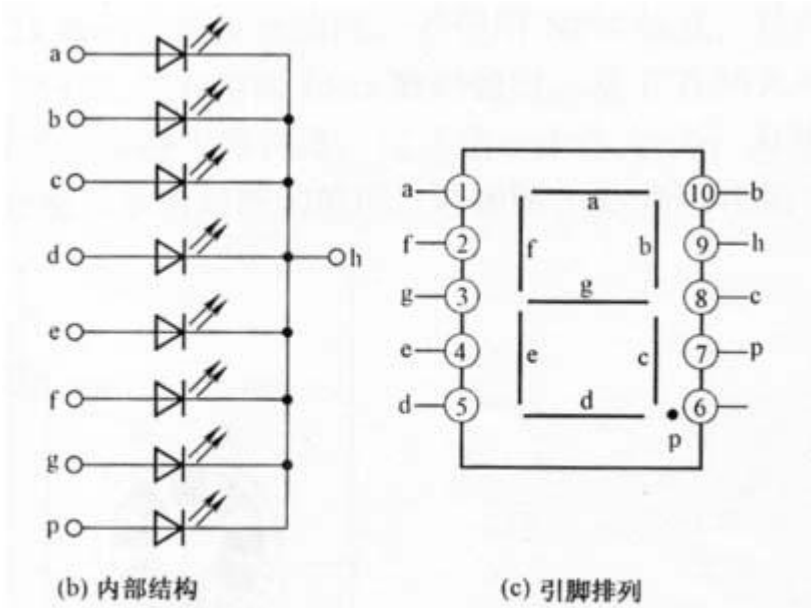

图 5-43 检测引脚排列不明的 LED 数码管的连线图
仍使用数字极管档，将黑表笔固定接在⑨脚，用红表笔依次接触②、③、④、⑤、⑧、⑩、⑦脚时，数码管的 f、g、e、d、c、b、p 笔段先后分别发光，据此绘出该数码管的内部结构和引脚排列（面对笔段的一面），如图 5-43 (b)、(c) 所示。